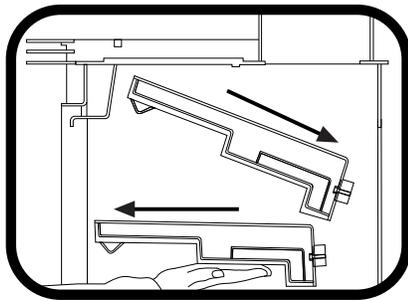

Fig. 9
- 4) Une fois les boulons desserrés, faites glisser la chicane vers le bas comme indiqué en figure 8. Avec précautions, penchez la chicane d'un côté afin d'éviter tout danger de chute (Fig 9).